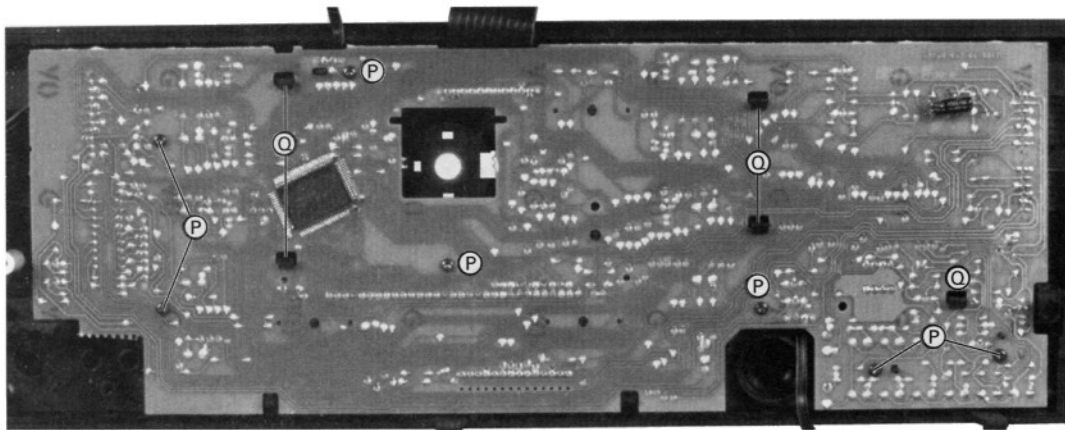

Fig. 10
- 7 Schrauben ƒ heraus-schrauben. 5 Rastnasen ƒ ausrasten und die Frontplatte abnehmen (Fig. 10).
- Undo 7 screws ƒ. Disengage 5 catches ƒ and take off the Front Board (Fig. 10).